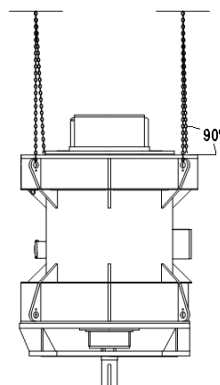

Figura 3.1: Manuseio de geradores verticais
- O manuseio de geradores verticais deverá ser feito conforme mostrado na Figura 3.1;